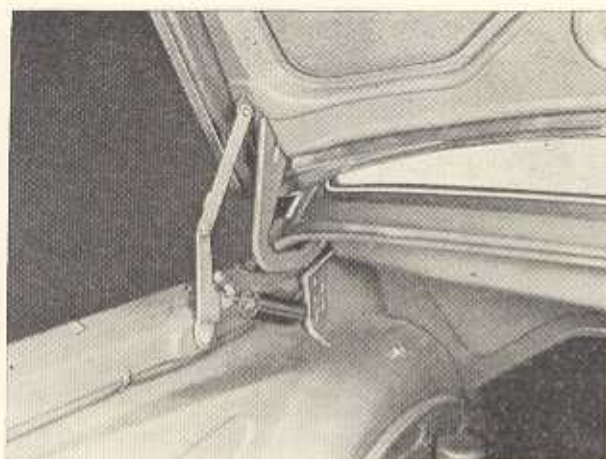

Bild K 55. Kofferraumdeckelscharnier und Stütze
2. Die Kofferraumdeckelstütze (Bild K 55)